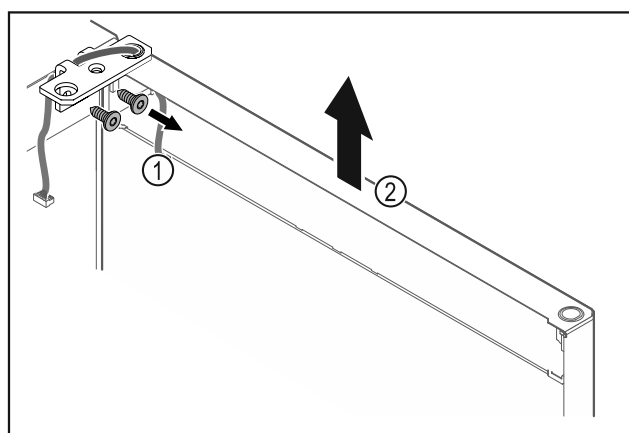

Fig. 20
- Skru hængselvinklen Fig. 20 (1) af.
- Løft døren og hængselvinklen Fig. 20 (2) ca. 200 mm lige op, og tag dem af.